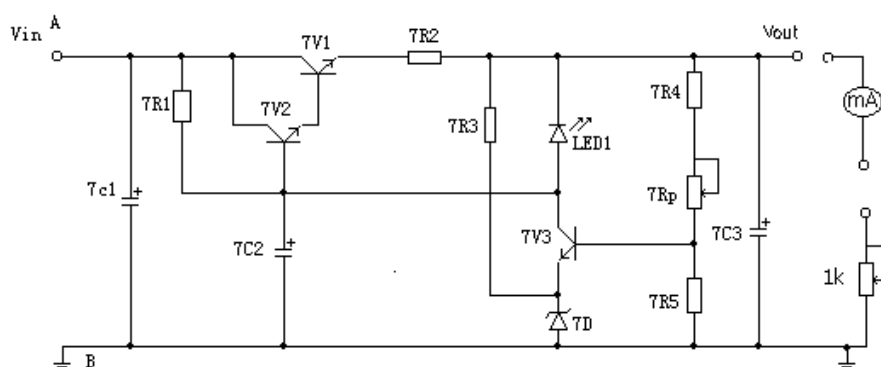
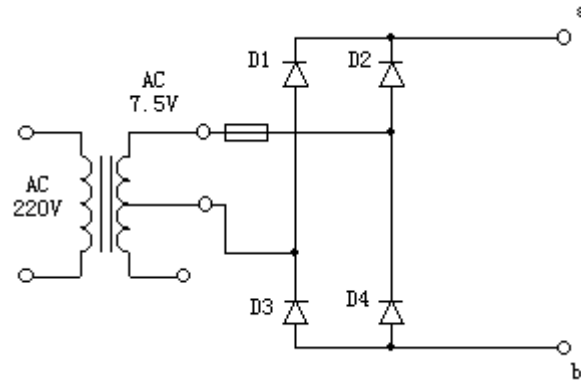

图 9-1 串联型直流稳压电源电路
图 9-2 整流滤波电路
(1)、按照图 9-1 接线，将实验箱上的+8V~+15V 电源调到 9V，接到  $u_i$  端，负载  $R_L$  开路，经检查无误后，接通电源。
将图 9-1 的电压输入端 ui 接到图 9-2 的整流滤波电路输出端 (即接通 A—a, B—b), 在负载电流 IL=100mA 条件下, 用示波器观察稳压电源输入输出中的交流分量 uo, 描绘其波形。用晶体管毫伏表测量交流分量的大小。